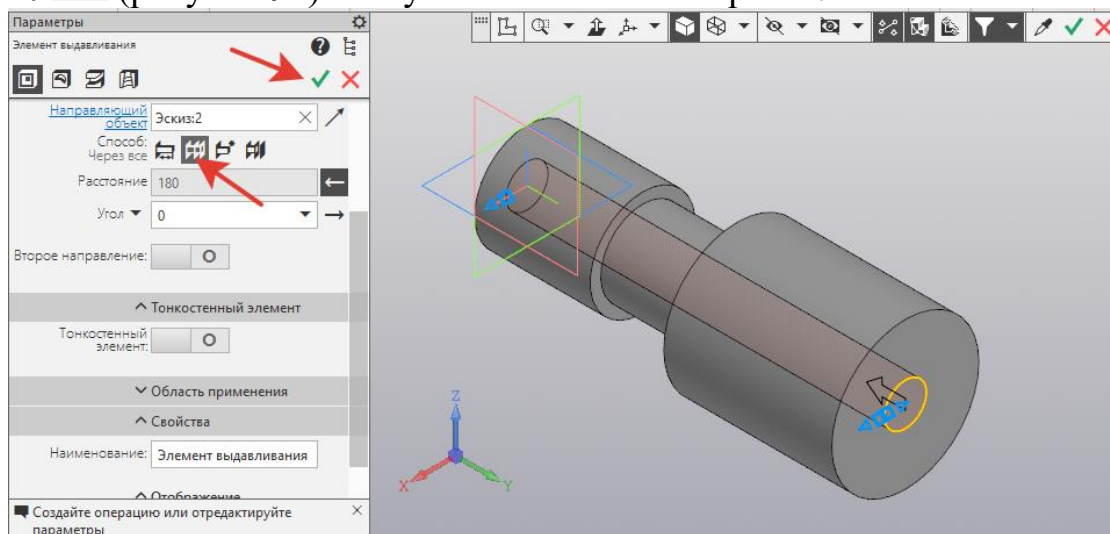

Рисунок 92.
7. На инструментальной панели **Элементы тела - Вырезать выдавливанием**, выбрать **Вырезать выдавливанием**. В **Параметрах** задать **Расстояние – Через все**. Создать объект (рисунок 92). Получили сквозное отверстие.